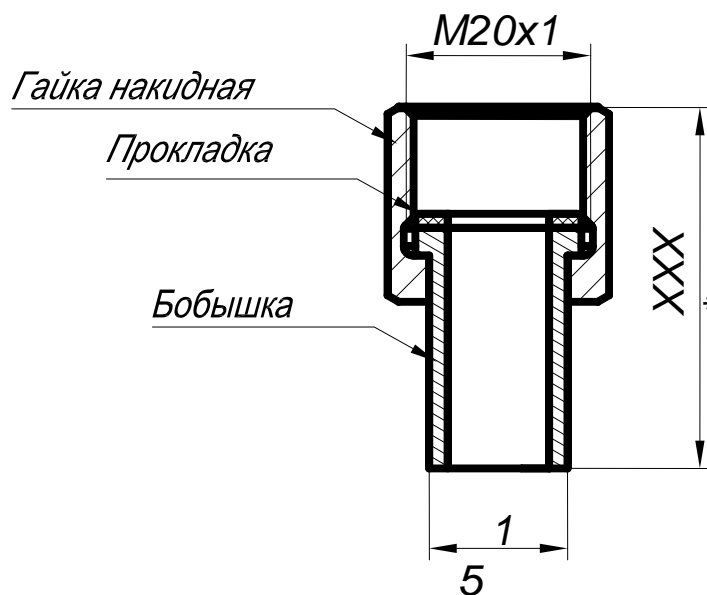

Рис. 1
6.4 Крепление термометров на трубопроводе выполняется в предварительно установленные патрубки. Комплект деталей для крепления термометра показан на рис. 1. Бобышку приварить к трубопроводу электросваркой. Длину бобышки выбрать исходя из диаметра трубопровода, чтобы выполнялось условие п. 3.3. Сквозь бобышку просверлить отверстие  $\varnothing 10$  мм в стенке трубопровода.